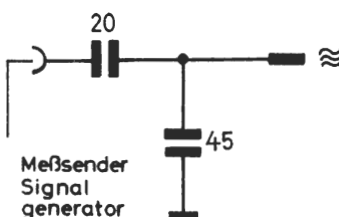

Fig. 12
4. Beim AM-Abgleich künstliche Antenne verwenden, Fig. 12. Verbindung zur L 840 abtrennen.
4. For AM alignment use dummy antenna, fig. 12. Disconnect wire to L 840.